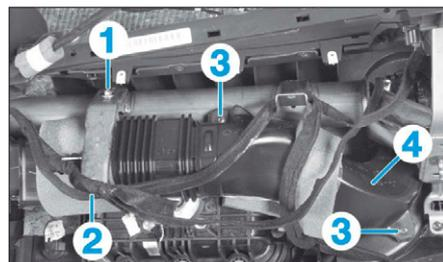

FIG. 4
- Déposer la vis (1) (Fig.4).
- Dégrafer et écarter le faisceau (2).
- les vis (3),
- le conduit (4).